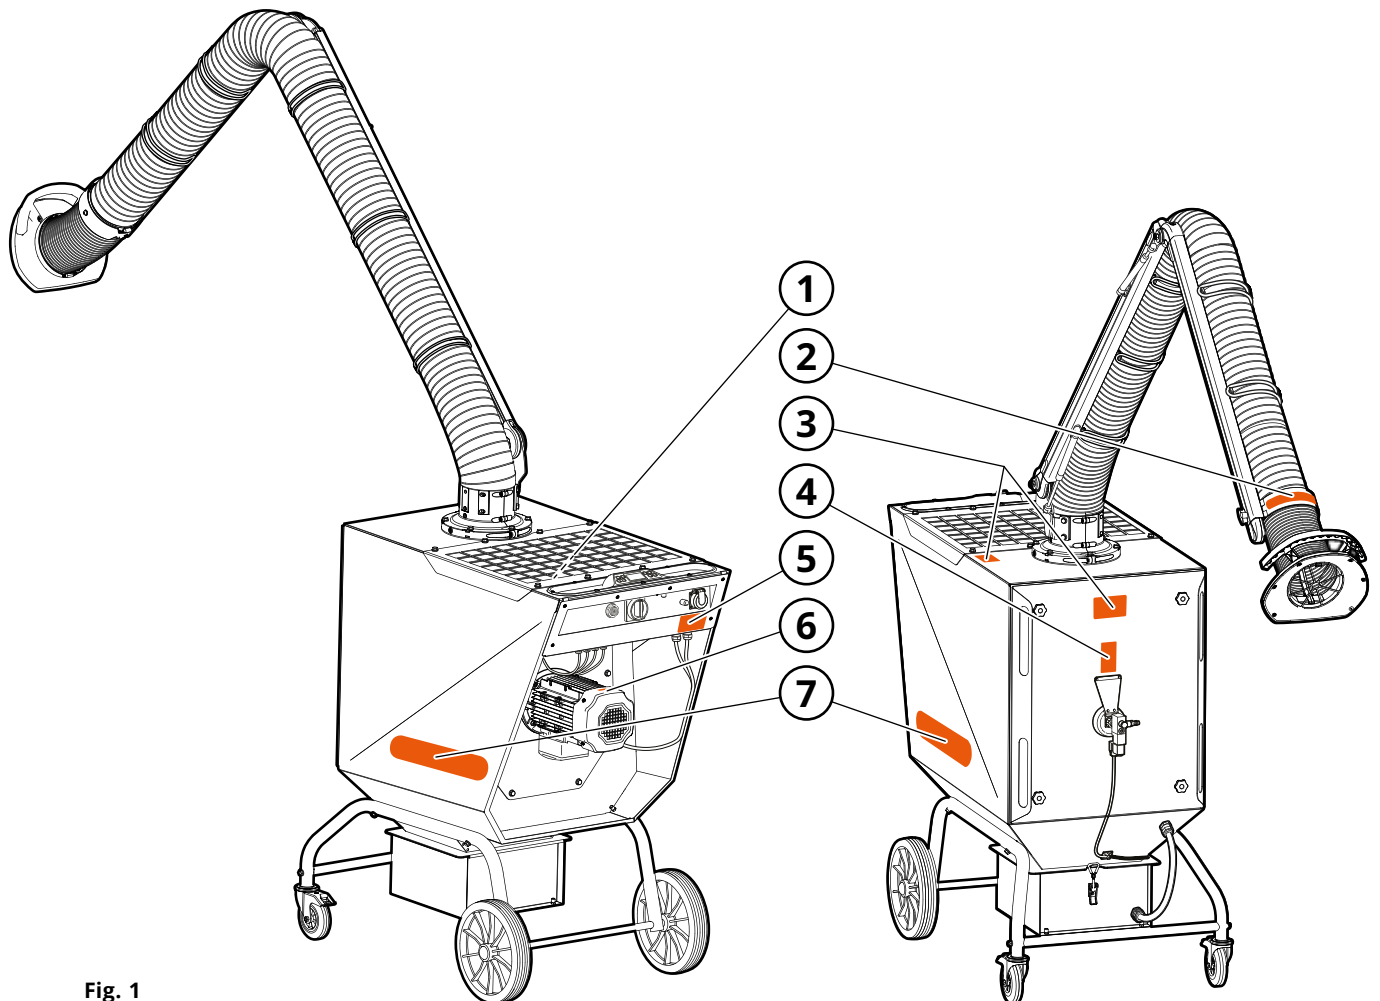
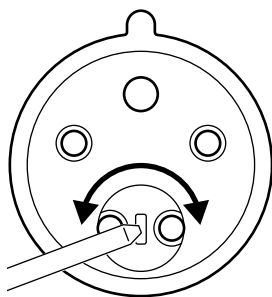

Fig. 1
Fig. 15
Gemäß Fig. 1.
3. Die Drehrichtung des Ventilators überprüfen. Die Drehrichtung des Ventilator Motors wird durch Starten des Motors und sofortigem wieder Ausschalten ermittelt. Bei abnehmender Drehzahl ist die Drehrichtung des Motors durch die Schutzhaube für die Motorkühlung zu erkennen. Bei falscher Drehrichtung (entgegen der Pfeilrichtung, Aufkleber gemäß **Fig. 1** Pos. 6) mit einem Schlitzschraubendreher die Phasen im Stecker vertauschen, siehe **Fig. 15**.